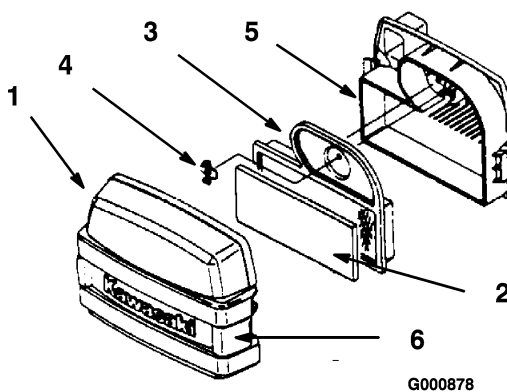

Figure 24
3. Nettoyez la surface autour du filtre à air pour éviter que des impuretés ne s'introduisent dans le moteur et l'endommagent. Dégagez les deux fixations latérales et déposez le couvercle du filtre à air (Figure 24).
4. Sortez délicatement l'élément en mousse de l'élément en papier (Figure 24).
5. Dévissez l'écrou à oreilles et retirez l'élément en papier (Figure 24).